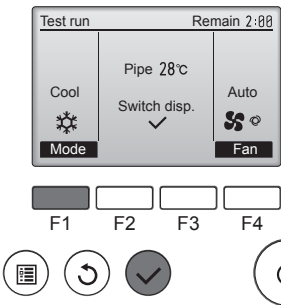

Fig. 8-3
- ① Druk op de functietoets [F1] om de bedieningsstand te wijzigen. (Fig. 8-3)